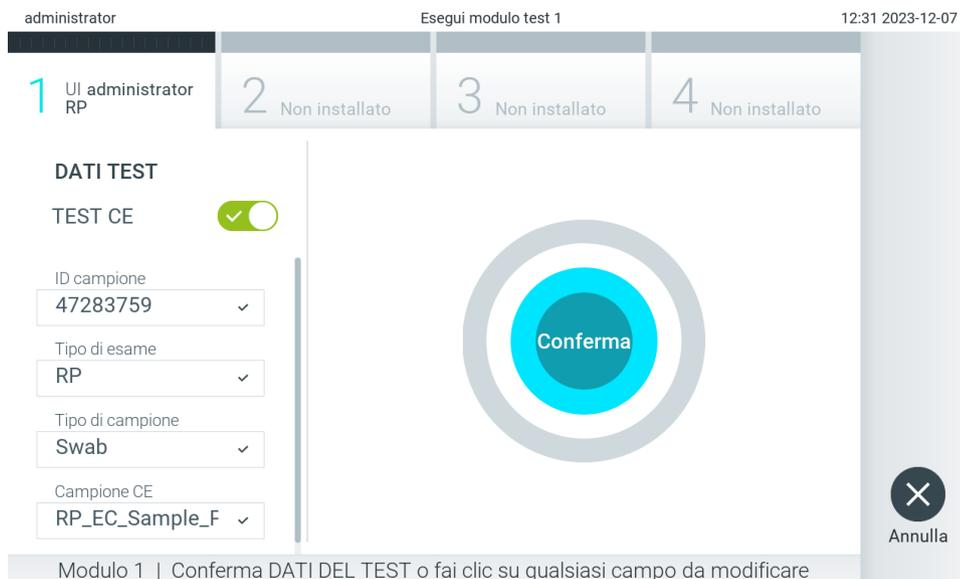

Figura 96. Schermata Confirm (Conferma).
7. Appare la schermata Confirm (Conferma). Rivedere i dati immessi e apportare le modifiche necessarie premendo sui campi pertinenti sul touchscreen e modificando le informazioni (Figura 96).